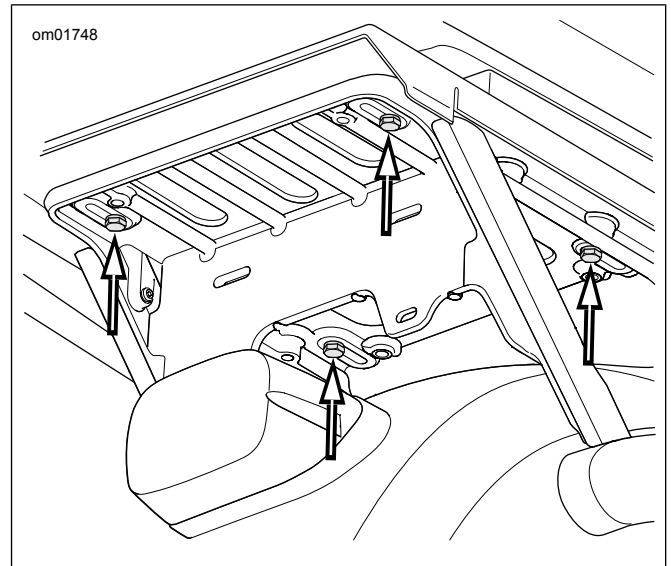

Figure 4. Vis de fixation Tour-Pak (modèles APC/Chine)
- c. **Modèles APC :** voir Figure 4 . Retirez quatre vis, des rondelles plates et une plaque d'adaptation du support de fixation. Faites glisser vers l'avant pour libérer les crochets en L.